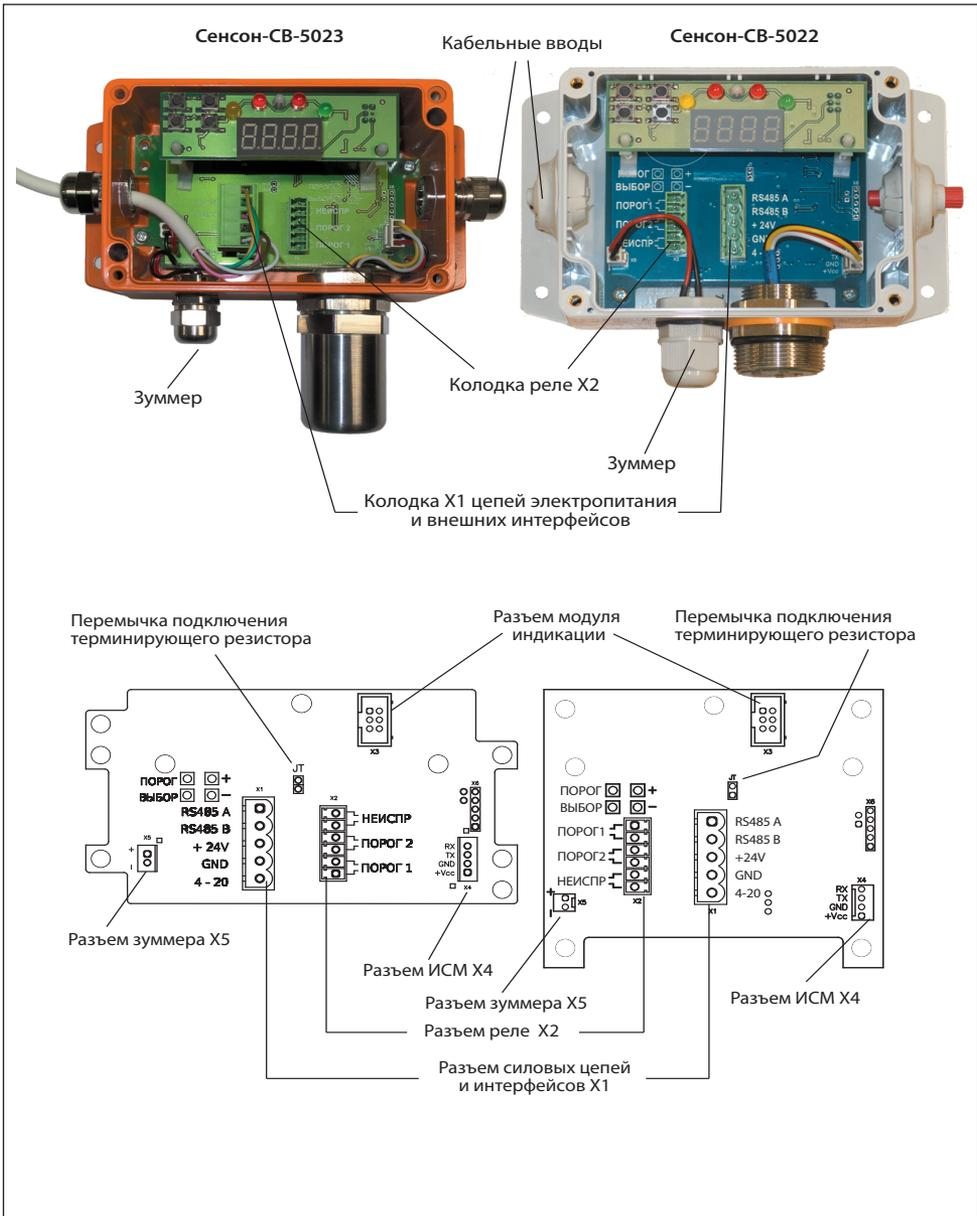
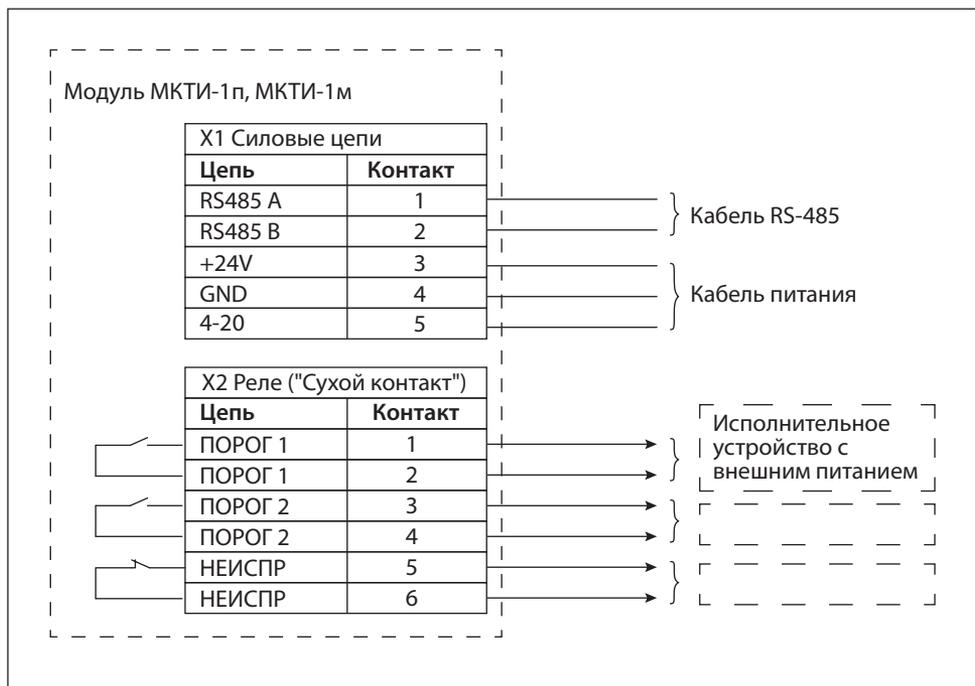

Рис. 10. Коммутационные элементы: СВ-5023 (слева), СВ-5022 (справа)
Рис.11. Схема подключения "Сенсон-СВ" исполнений 5022 и 5023
5. Отсоедините кабельную часть разрывных колодок. Подключите кабели в соответствии с маркировкой на плате (рис.10) и схемой подключения (рис.11), прочно закрутите отверткой фиксирующие винты кабельных колодок.
мости от конфигурации сети), снимите/установите перемычку в позицию JT (см. рис. 10).
8. Убедитесь, что разъемы модуля индикации, ИСМ, зуммера подключены (рис.10).
Для перехода в режим "Тест" в Основном состоянии нажмите и удерживайте 2 с кнопку "+". На индикаторе отобразится ПР. Последовательно нажимая кнопки ПОРОГ, ВЫБОР, "+" и "-", с помощью тестера проверьте факт замыкания трех реле и срабатывания ЗУ. Тестер необходимо подключать к колодкам реле (см. рис.11).